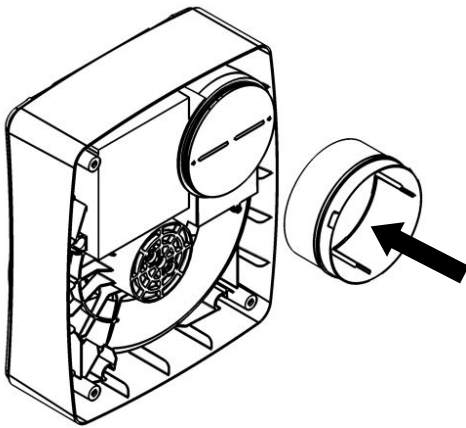

Fig.3.
5. Bevestig het kanaal aan het insteekende en plaats het in het gat in het paneel, waarbij de ommanteling correct in de basisbehuizing moet zitten. Zet alles in de juiste positie vast met behulp van de passende bevestigingen (fig.3).
8. Gebruik de basisbehuizing als sjabloon, markeer de bevestigingsgaten op de wand, en schuif het insteekteinde voorzichtig in de muurdoorvoer. Zorg dat de basisbehuizing goed in positie zit met behulp van de meegeleverde schroeven en bevestigingen, zorg dat de ommanteling correct in de basisbehuizing past (fig. 3)